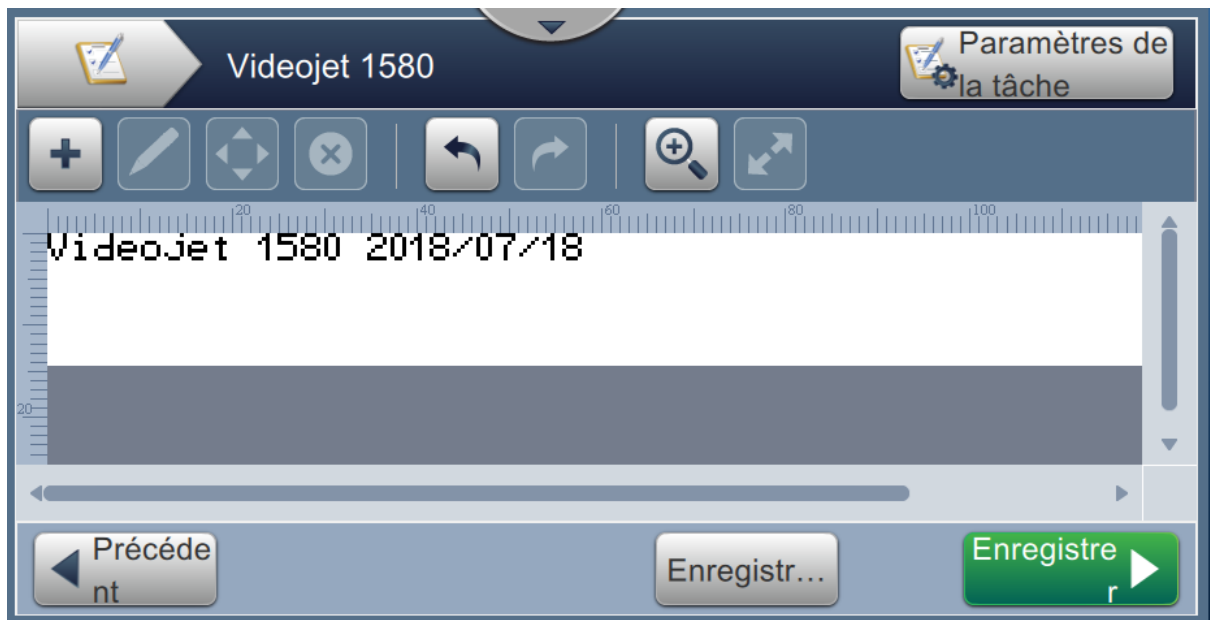

Figure 5-20 : Champ Date
21. Appuyez sur le bouton  pour enregistrer les modifications apportées. Le champ de date est inséré dans la tâche, tel qu'illustré dans la Figure 5-20.